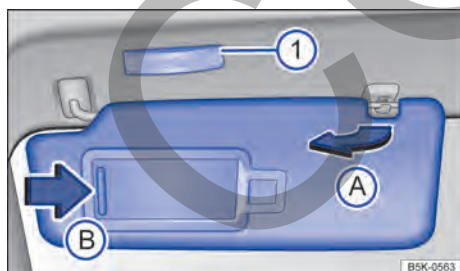

Fig. 78 Parasol.
- Retirar el parasol con cuidado del soporte sujetando la base de fijación y girar en la dirección de las puertas → fig. 78 A).
En el parasol plegado hacia abajo se encuentra un espejo de cortesía atrás de una cubierta. Al abrir la cubierta → fig. 78 B) se enciende una luz **1**.